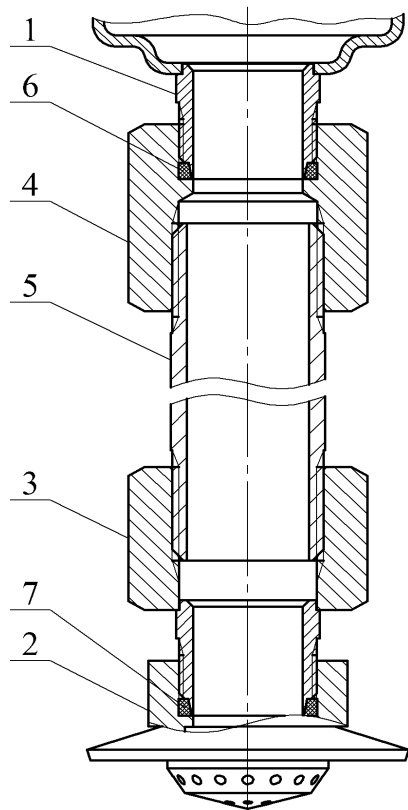

Рисунок 3
- ж) по заявке Потребителя (см. рисунок 3):
4.1.3 Для вывода насадка-распылителя в свободную зону через подвесной потолок типа Грильято, Армстронг и т.п. или его перемещения в рабочую зону эффективного пожаротушения при монтаже МУПТВ на потолочном перекрытии высотой более 6 м модуль может быть дополнительно укомплектован удлинителем, соединяющим выпускную горловину МУПТВ **1** с насадком-распылителем **2** (см. рисунок 3).
6.7 При монтаже насадка-распылителя через удлинитель (см. рисунок 3) провести следующие работы. Собрать удлинитель согласно рисунку 3. Перед сборкой на наружные резьбы трубы **5** нанести герметик, например, ТЕКАСИЛ NEUTRAL PROFI, после чего накрутить до упора переходники **3**, **4**. В зарезьбовые участки отверстий насадка-распылителя **2** и переходника **4** установить резиновые кольца **6**, **7**. На наружную резьбу переходника **3** накрутить до упора насадок-распылитель **2**. Соединить удлинитель через резьбовое соединение с выпускной горловиной МУПТВ **1**. При монтаже необходимо обеспечить перпендикулярное направление оси удлинителя относительно горизонтальной плоскости.